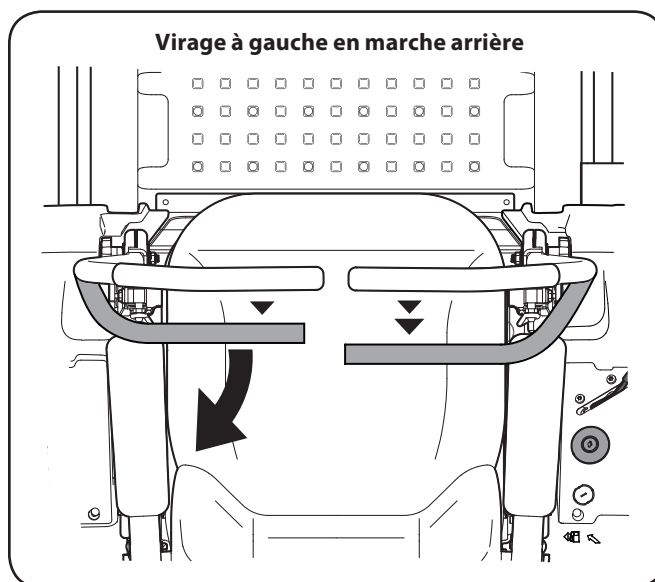

Figure 5-6
1. Pour tourner à gauche en marche arrière, poussez la barre de conduite gauche vers l'avant et tirez la barre de conduite droite vers vous. Voir Figure 5-6.